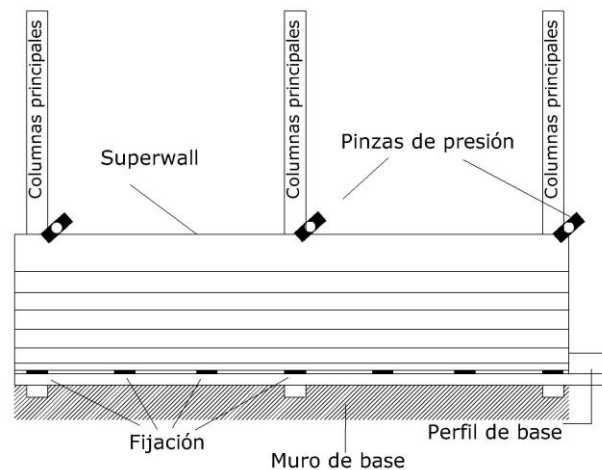

Fig. 16
**4.4.5** El montaje de la pared comienza insertando el panel sobre el perfil de base, teniendo cuidado de dirigir hacia arriba el lado hembra de la unión. En cuanto sea situado correctamente, el panel tiene que ser bloqueado mediante pinzas a presión. (Fig. 16)